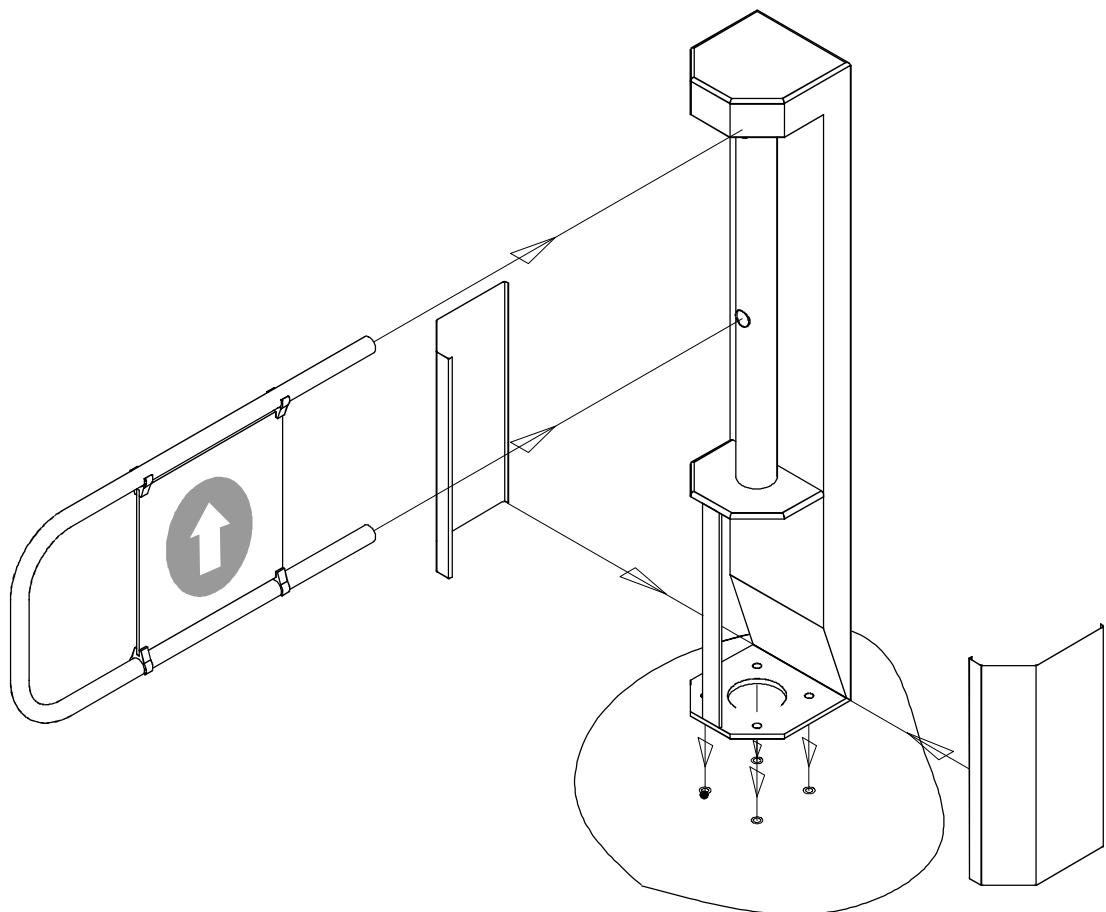

Рис. 6. Установка стойки калитки
8.3.6. Установите стойку калитки нижним фланцем на гильзы анкеров (см. рис. 6), пропустив кабели через центральное отверстие нижнего фланца стойки калитки. Манипулируя величиной прокладок под фланцем, добейтесь вертикального положения стойки. Закрепите стойку калитки четырьмя болтами анкеров.